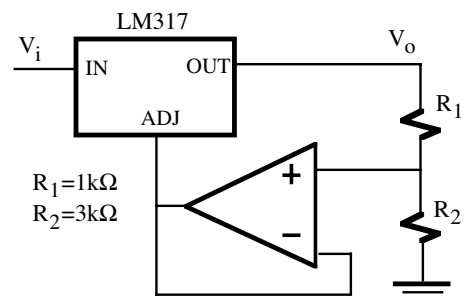

Figura P11.9
- P11.9** Calcular el valor de V_o del circuito de la figura P11.9. Determinar el valor máximo de las resistencias para asegurar la corriente mínima